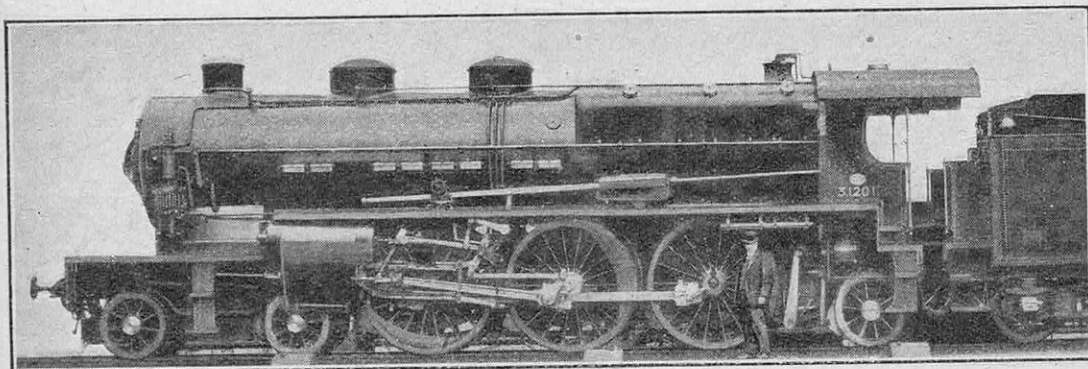

FIG. 3. — LOCOMOTIVE « PACIFIC » DE LA COMPAGNIE DU NORD (SERVICE DES RAPIDES)
Mais, à peine installés dans ce nouveau domaine où des progrès considérables avaient été réalisés, une insuffisance de puissance se fait à nouveau sentir. Une autre étape va commencer. Comme on l'avait fait pour les Crampton, on résout la question par l'addition d'un troisième essieu accouplé. C'est vers 1890 qu'apparaît ainsi la locomotive 2-3-0 (1), à laquelle se substitue, en 1908, la moderne « Pacific » 2-3-1. Le règne de la locomotive à voyageurs à deux essieux accouplés avait duré moins de trente ans. Et alors, même processus que lors de l'étape précédente. En majorant de 50 % le poids adhérent, on est conduit à majorer d'autant la puissance vraie du moteur et de la chaudière. On aménage le nouveau type et on obtient ainsi une locomotive remarquable qui est, aujourd'hui, dans son plein épanouissement (fig. 3 et 3 bis).